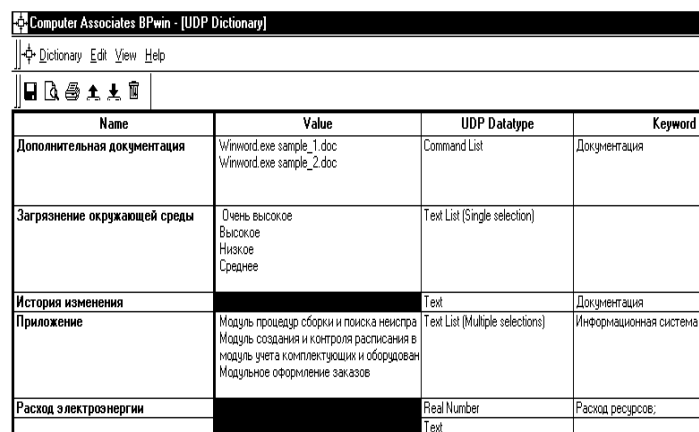

Рис. 146. Заполненный словарь **UDP**
3. Для **UDP** типа **List (Список)** необходимо в поле **Value** задать список значений. Для **UDP** – "**Приложение**". Внесите значение "**Модуль оформления заказов**" (рис. 146).